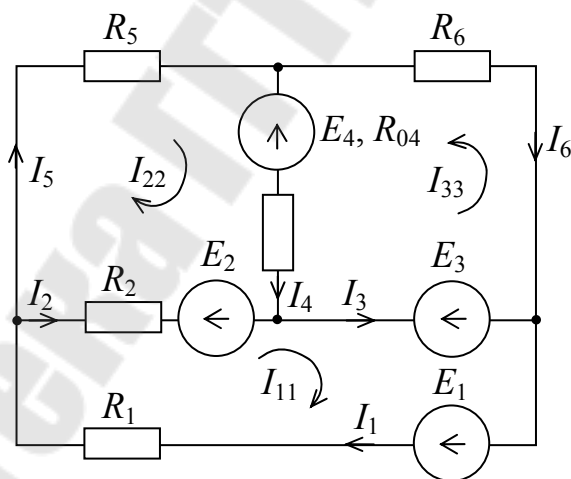

Рис. 2.2
2.3.2. Методом контурных токов определить токи в ветвях цепи рис. 2.2, если $E_1 = 100 \text{ В}$; $E_2 = 30 \text{ В}$; $E_3 = 10 \text{ В}$; $E_4 = 6 \text{ В}$; $R_1 = 10 \text{ Ом}$; $R_2 = 10 \text{ Ом}$; $R_4 = 6 \text{ Ом}$; $R_5 = 5 \text{ Ом}$; $R_{04} = 1 \text{ Ом}$; $R_6 = 15 \text{ Ом}$.
Сравнивая направление токов во внешних ветвях с направлением соответствующего контурного тока рис. 2.2, находим